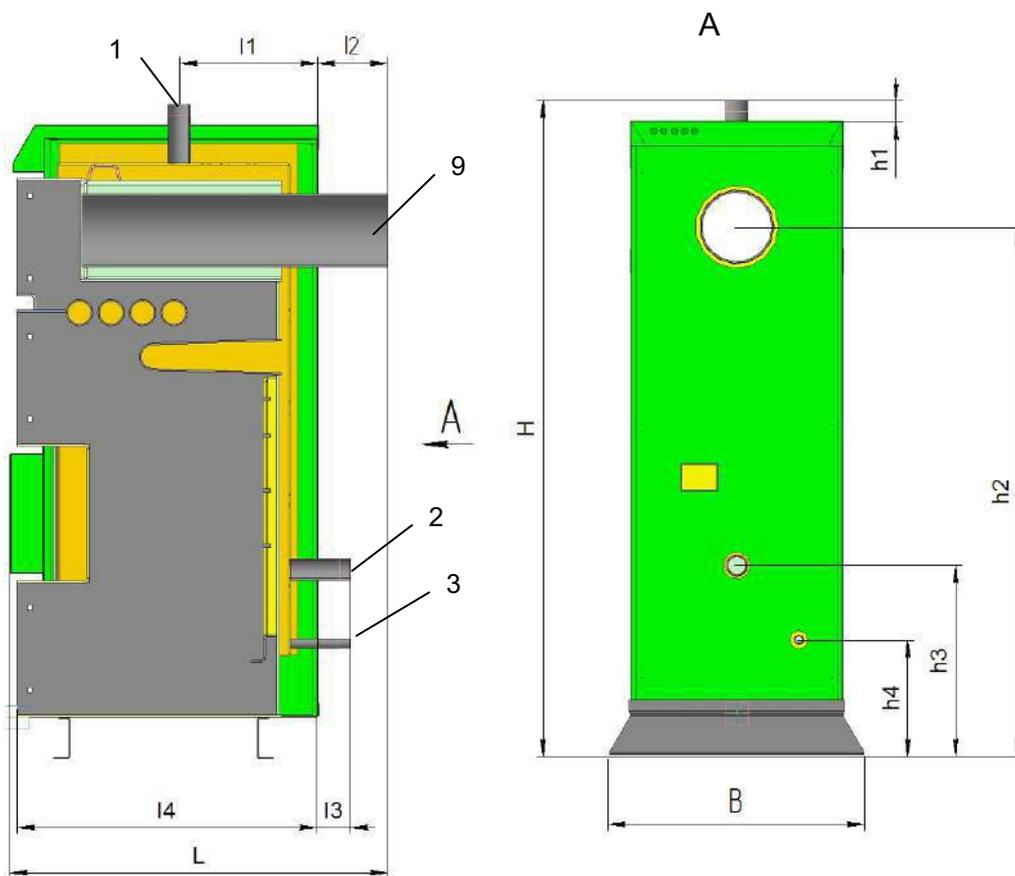

Рисунок 1 - Габаритные и присоединительные размеры Котлов моделей L-12+102
Габаритные (максимальный габарит) и присоединительные размеры Котла (см. рис.1), мм:
Котел (рис.1, 2, 3) представляет собой стальной сварной теплоизолированный каркас, обшитый снаружи съемной декоративной облицовкой, все вместе образующие собой корпус, и устанавливаемый на собственных опорах (16). Внутреннее пространство имеет сложную конфигурацию, включает в своем составе трубчатый теплообменник (14), предназначенный для циркулирования теплоносителя (воды), листовые детали, образующие вместе со стенками каркаса камеру сжигания, воздухоподводящие каналы (на рисунке не показаны), систему дымоудаления из Котла (9). Внутри каркаса в нижней части расположены устройства: колосниковая решетка для размещения топлива (15), зольный ящик (5) для сбора и удаления золы. Снаружи Котел имеет дверцы (11,12,13) с назначением согласно рисунку 3, патрубки для подсоединения к трубопроводам водяного контура системы отопления (1,2), патрубков для опорожнения теплообменника (3), штуцер для установки тягорегулятора (17), штуцер для установки термодатчика (19), дутьевой электровентилятор, штуцера для подключения ТЭНа, тягорегулятора. Выход дымохода размещен на задней стенке Котла; выходная труба снабжена шиберной заслонкой.